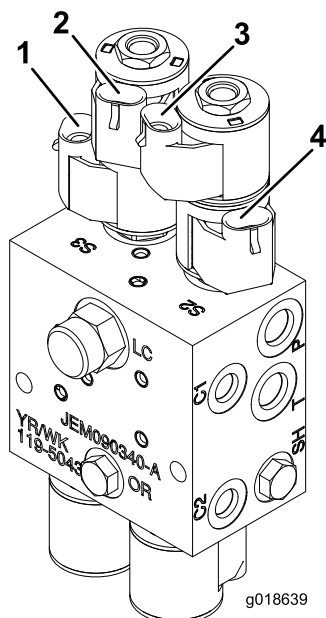

Figure 19
8. Branchez les connecteurs de levée/descente des rampes gauche et droite du faisceau de câblage aux électrovannes du bloc hydraulique (Figure 19).